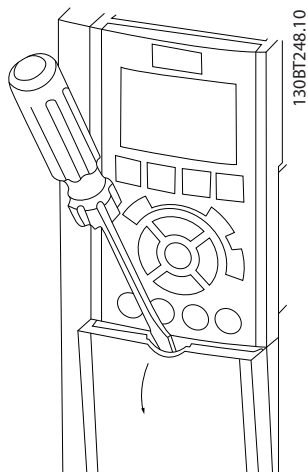

Рисунок 2.8 Доступ к подключениям проводки управления в корпусах A2, A3, B3, B4, C3 и C4
- Снимите крышку доступа с помощью отвертки. См. Рисунок 2.8.